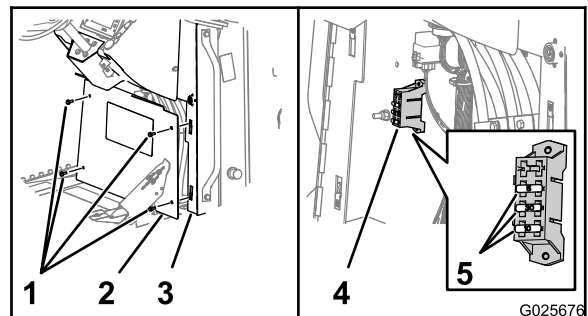

Bild 81
3. Entfernen Sie die vier Sechskantbundkopfschrauben (5/16" x 3/4"), mit denen die Abdeckung am Bedienfeld befestigt ist, und nehmen Sie die Abdeckung ab (Bild 81).
4. Ermitteln Sie die offene Sicherung und wechseln Sie sie mit einer Sicherung des passenden Typs und der entsprechenden Amperezahl aus (Bild 81).
6. Fluchten Sie das Loch in der Abdeckung mit den Mutterclips an den Flanschen des Bedienfelds aus (Bild 81).